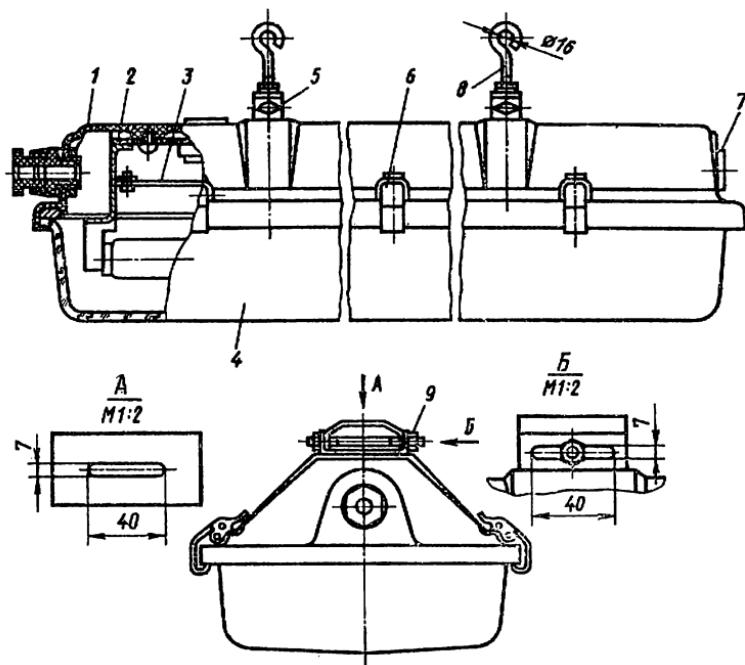

Рис. 59. Светильник с люминесцентными лампами ПВЛП-2×40
**Светильник с люминесцентными лампами ПВЛП** (рис. 59) — подвесной, состоит из корпуса 1, стальной планки 2, на которой монтируется электрическая схема, стального отражателя 3, рассеивателя 4 и узла крепления 5. Для разборки светильника раскрывают замки 6 и освобождают рассеиватель. Светильник имеет сальниковый ввод 7 и защищает контактное соединение и лампы от пыли и влаги. С помощью скоб 9 светильник устанавливают на потолке или подвешивают на штангах 8.